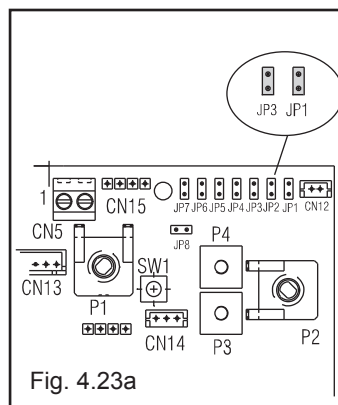

Fig. 4.23a
- inserire i jumper JP1 e JP3 (fig. 4.23a)